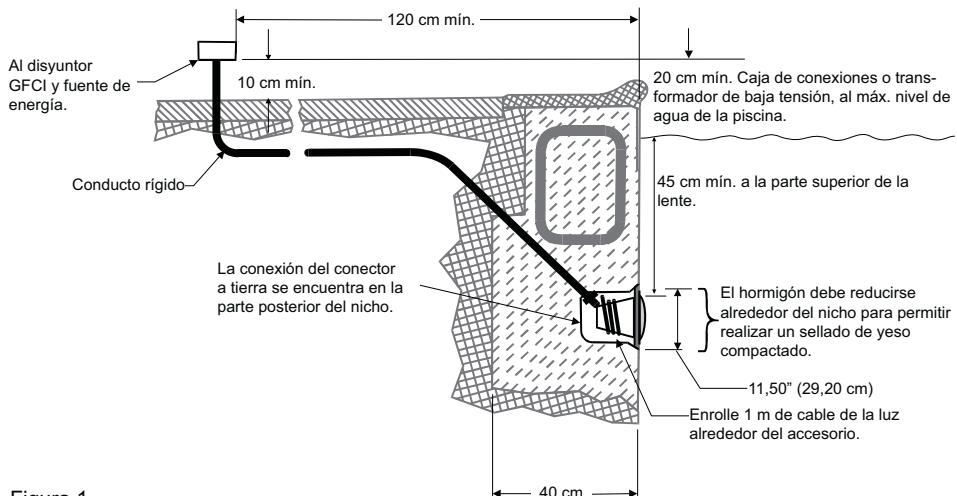

Figura 1.
- El transformador de baja tensión (12 V de CA) se encuentra al menos 20 cm por encima de la superficie y al menos a 1,2 metros del borde de la piscina; consulte la Figura 1.
- El nicho húmedo está correctamente instalado, de forma que el borde superior de la lente de la luz subacuática se encuentra al menos 45 cm por debajo de la superficie del agua de la piscina; consulte la Figura 1.
- El nicho húmedo presenta una conexión eléctrica correcta y una puesta a tierra a través del conector de tierra AWG nº 8 situado en la parte posterior del nicho; consulte la Figura 1.
6. Deje al menos 1 metro de cable para enrollarlo alrededor del accesorio de luz; consulte la Figura 1. Este metro de cable colocado alrededor de la luz permite su reparación después de llenar la piscina de agua.
ANTES DE COMENZAR: Los siguientes pasos, 1-7, describen las tareas que deberá completar el electricista antes de instalar el accesorio de luz IntelliBrite. Consulte el diagrama de la figura 1.
- El transformador de baja tensión (12 V de CA) se encuentra al menos 20 cm por encima del nivel máximo de agua de la piscina y al menos a 1,2 metros del borde de la piscina; consulte la Figura 1.
1. Introduzca el cable a través del conducto hasta la caja de conexiones, dejando al menos 1,2 metros de cable en el accesorio de luz para enrollarlo alrededor de la luz (esto permitirá su reparación después de llenar la piscina con agua). Consulte la figura 1.